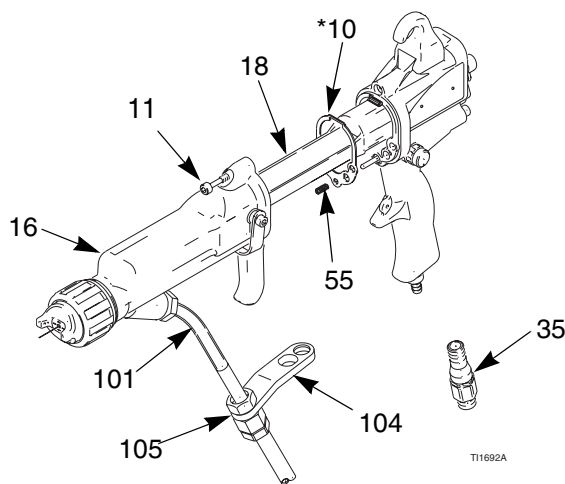

Abb. 29. Pistolenlauf installieren
1. Sicherstellen, daß die Dichtung (10*) und die Erdungsfeder (55) eingelegt wurden. Sicherstellen, daß die Luftlöcher der Dichtung richtig ausgerichtet sind. Bei Beschädigung auswechseln. Siehe ABB. 29.
2. Den Lauf (16) über den Hochspannungserzeuger (18) und auf den Pistolengriff (17) schieben.
3. Die drei Schrauben (11) gleichmäßig gegeneinander anziehen (ungefähr eine halbe Drehung nach sattem Eindrehen).